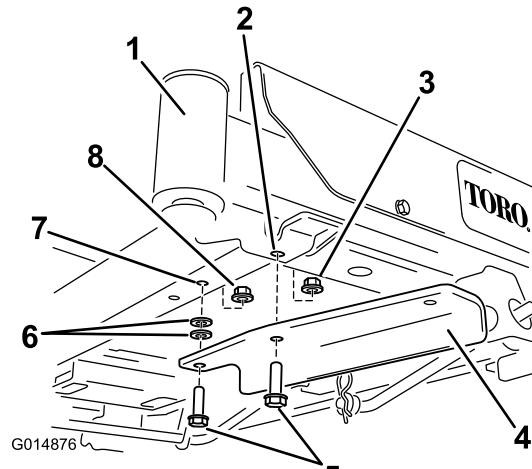

Figura 6
- Máquinas sin pedal de elevación asistida: sujeté el soporte usando dos pernos (3/8" x 1 1/4"), dos arandelas y dos contratuercas (3/8") (Figura 6).